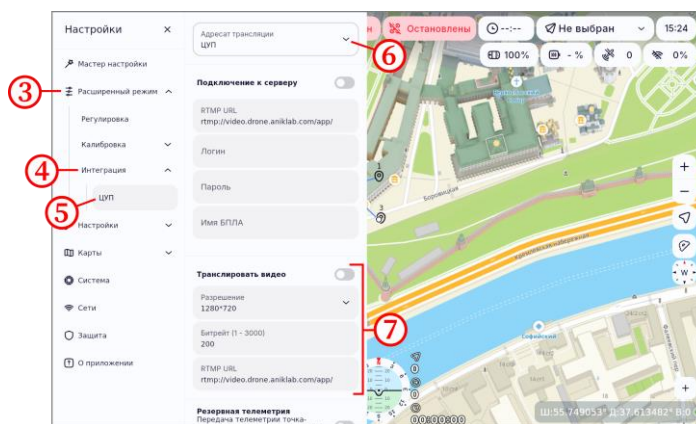

Рисунок 70
- перейти в раздел «Расширенный режим» (рисунок 70, шаг 3);
- выбрать пункт меню «Интеграция» (рисунок 70, шаг 4);
- убедиться, что открыт пункт меню «ЦУП» (рисунок 70, шаг 5);
- выбрать адресат трансляции – «ЦУП» (рисунок 70, шаг 6);
- убедиться, что на экране раздела присутствует пункт «Транслировать видео» (рисунок 70, шаг 7).